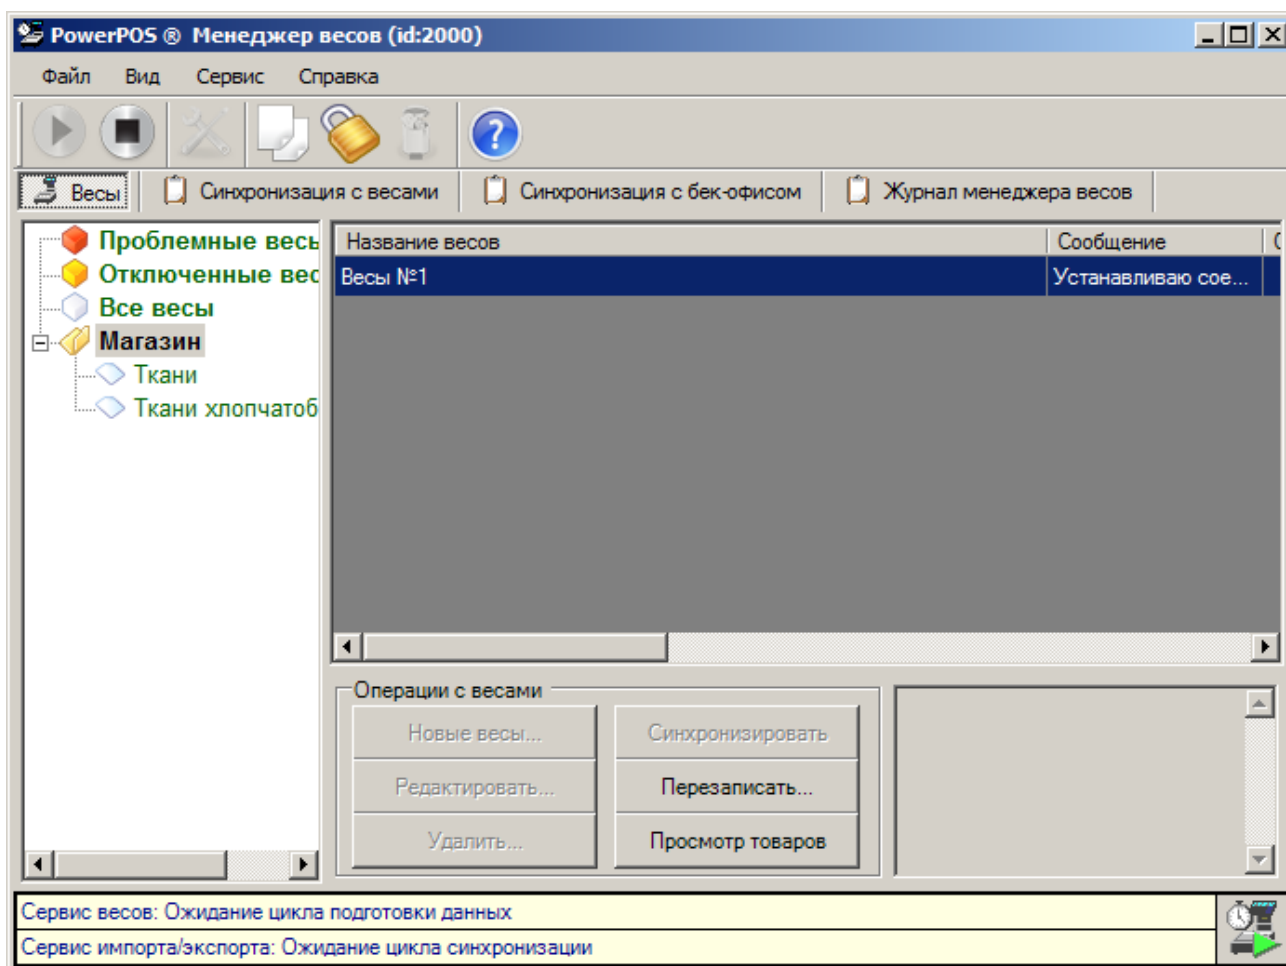

Рис. 2. Основное окно программы, вкладка «Весы»
2. Рис. 2). Вверху окна расположено меню программы.
- ✓ Рис. 2).